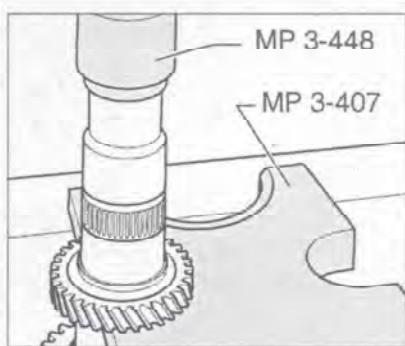

Рис. 7.101. Снятие шестерни 4-й передачи.
8. Спрессуйте шестерню 4-й передачи с помощью специального инструмента (рис. 7.101).